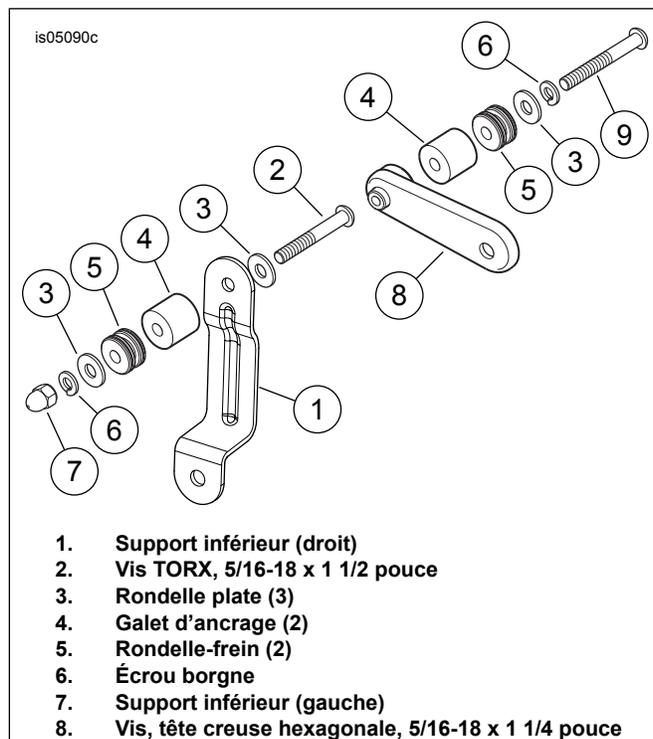
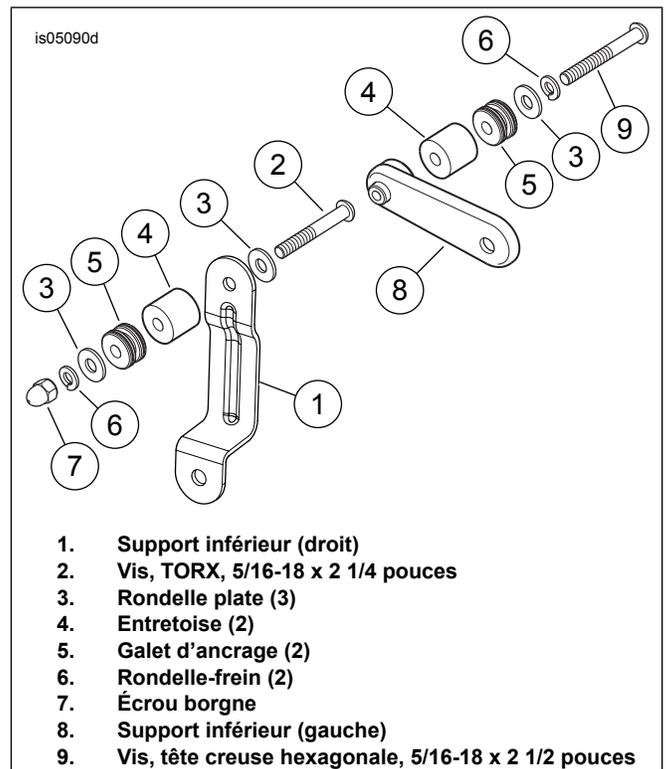

Figure 2. Ensemble de support inférieur (sacs seulement)
Figure 3. Ensemble de support inférieur (plusieurs pièces amovibles)
1. Voir Figure 2. Prendre une rondelle plate (3) et une vis TORX® 5/16-18 x 38,1 mm (1 1/2 in) de long (2) du kit de galet d'ancrage. Installer la rondelle sur les filets de vis et introduire la vis dans le trou supérieur du support inférieur droit (1) comme indiqué.
2. Glisser ensuite un galet d'ancrage (4), puis une deuxième rondelle plate et une rondelle-frein (5) sur les filets de vis.
4. Installer un écrou borgne (6) sur les filets et serrer à un couple de 16,3–24,4 N·m (12–18 ft-lbs).
1. Voir Figure 2. Prendre une vis à tête creuse hexagonale 5/16-18 x 32 mm (1 1/4 in) de long (8) du kit de galet d'ancrage. Glisser d'abord une rondelle-frein (5), puis une rondelle plate (3) et un galet d'ancrage (4) sur les filets de vis.
3. Installer la vis dans le trou fileté du support inférieur gauche (7) et serrer à un couple de 16,3–24,4 N·m (12–18 ft-lbs).
1. Voir Figure 3. Sélectionner le support inférieur correspondant au modèle. Orienter les supports tel qu'illustré à la Figure 2. Prendre une rondelle plate (3) et une vis TORX 5/16-18 x 57,2 mm (2 1/4 in) de long (2) du kit de galet d'ancrage. Installer la rondelle sur les filets de vis et introduire la vis dans le trou supérieur (trou le plus petit) du support inférieur droit (1) tel qu'illustré.
2. Glisser ensuite une entretoise épaisse (4), puis un galet d'ancrage (5) une deuxième rondelle plate et une rondelle-frein (6) sur les filets de vis.
4. Installer l'écrou borgne (7) sur les filets et serrer à un couple de 16,3–24,4 N·m (12–18 ft-lbs).
1. Voir Figure 3. Prendre une vis à tête creuse hexagonale 5/16-18 x 63,5 mm (2 1/2 in) de long (9) du kit de galet d'ancrage. Glisser d'abord une rondelle-frein (6), puis une rondelle plate (3), un galet d'ancrage (5) et une entretoise épaisse (4) sur les filets de vis.
3. Installer la vis dans le trou fileté du support inférieur gauche (8) et serrer à un couple de 16,3–24,4 N·m (12–18 ft-lbs).